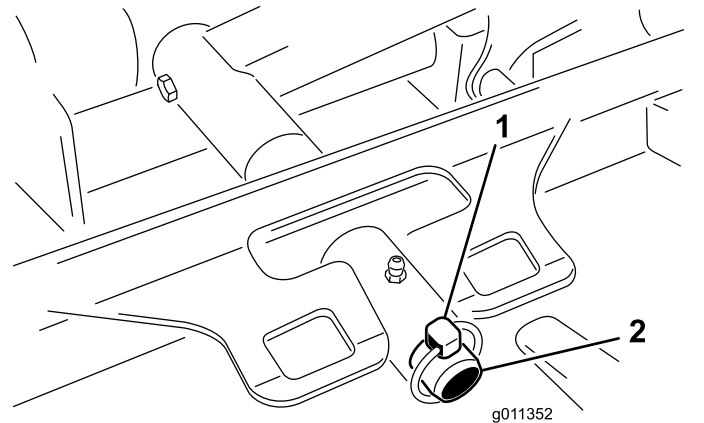

Bild 125
3. Entfernen Sie den Klappstecker (für Groundsmaster 4500-Maschinen) oder die Befestigungsmutter (für Groundsmaster 4700-Maschinen), mit dem bzw. der der Mähwerkträgerrahmen am Lagerbolzen des Hubarms befestigt ist (Bild 125).
2. Schieben Sie den Trägersrahmen des Mähwerks auf den Lagerbolzen des Hubarms (Bild 125). Befestigen Sie das Mähwerk mit dem Klapstecker (für Groundsmaster 4500-Maschinen) oder der Befestigungsmutter (für Groundsmaster 4700-Maschinen) am Lagerbolzen.